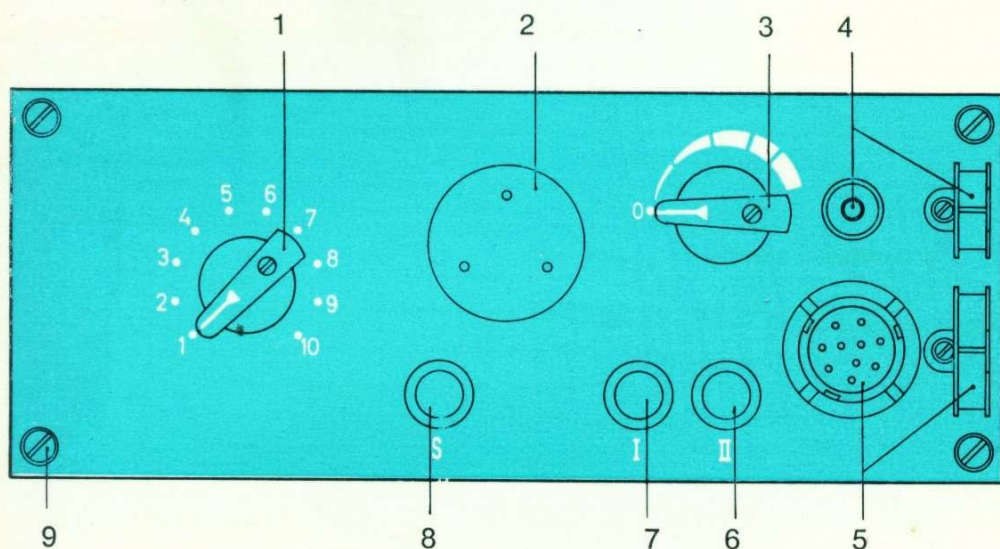

Bild 2.
Stabantenne (Pos. 1) auf die Antennenbuchse (Bild 2, Pos. 4) rechts oben auf der Frontplatte aufstecken und mit der Überwurfmutter festschrauben. Antenne aufrecht stellen. Hierzu bei schwenkbaren Antennen die Flügelmutter am Antennenfuß (Pos. 2) lösen und anschließend wieder festziehen. Bei nicht schwenkbaren Antennen das Gerät so stellen, daß die Antenne aufrecht steht. Anstelle der Antenne kann mittels eines Winkelsteckers auch ein Antennenkabel 1,5/6,6 zu einer Fahrzeugantenne oder zu einer abgesetzten Antenne angeschlossen werden. Bei Nichtgebrauch Schutzkappe auf die Antennenbuchse aufstecken.
10poligen Stecker des Handmikrofons oder des Handapparates auf die 10polige Buchse rechts unten auf der Frontplatte aufdrücken und durch eine kleine Rechtsdrehung den Bajonettverschluß einklinken. Bei Nichtgebrauch Schutzkappe auf die Buchse aufstecken (Pos. 3 bzw. 15 und Bild 2, Pos. 5).
4. Funkbetrieb (Bild 2)
Den Lautstärkereglern (Bild 2, Pos. 3), der mit dem Einschalter kombiniert ist, aus der Ausschaltstellung „0“ auf eine der 5 Raststellungen schalten, je nach gewünschter Lautstärke des eingebauten Lautsprechers (Pos.2). Zum deutlichen Wahrnehmen ankommender Rufe zunächst auf größte Lautstärke schalten (Rechtsanschlag).
Die Sicherung im Innern des Gerätes ist zu prüfen, wenn trotz vollgeladener Batterie das Gerät nicht arbeitet. Zugänglich ist die Sicherung nach Entnahme des Geräteblocks aus dem Gehäuse. Dazu Batteriewanne abnehmen und Batteriestecker herausziehen (vgl. auch S. 14, Abschn. 6, Punkt b) und die 4 Rotringschrauben in den Ecken der Frontplatte lösen (Bild 2, Pos. 9).